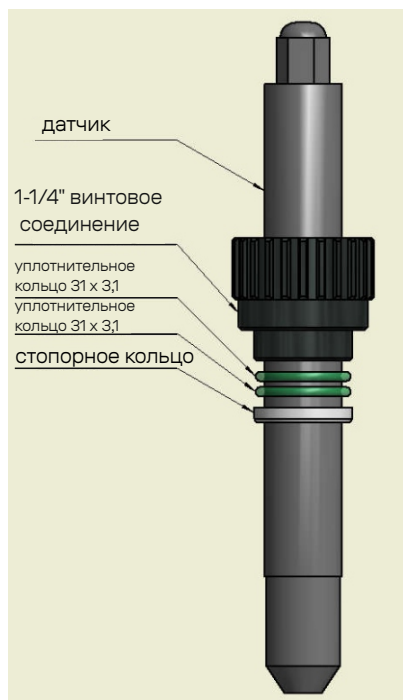

рис. 2: Датчик
- Наденьте стопорное кольцо и два уплотнительных кольца 31х3,1 на датчик (рис. 2, стр. 8).